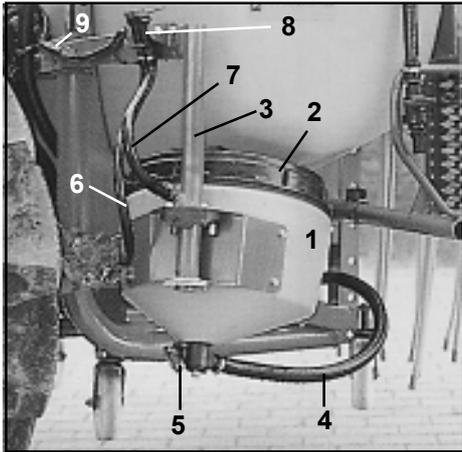
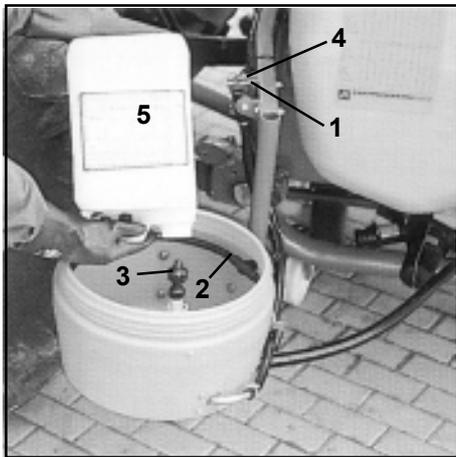

Fig. 12.10
Fig. 12.12
- Schließen des Einfachhahns (Fig. 12.10/ 8) für die Ringleitung an der Hahngruppe.
- Dreiwegehahn (Fig. 12.10/ 6) schließen (Position "b").
**Durch Umpumpen von Flüssigkeit den Harnstoff vor dem Spritzen vollständig auflösen (Dreiwegehahn (Fig. 12.10/ 9 Position "a")). Beim Auflösen größerer Harnstoffmengen kommt es zu starker Temperaturabsenkung der Spritzbrühe, hierdurch löst sich der Harnstoff nur langsam auf. Je wärmer das Wasser ist, desto schneller und besser löst sich Harnstoff auf.**
- Öffnen des Einfachhahns (Fig. 12.10/7) der Hahngruppe für die Kanisterspüldüse (Fig. 12.12/ 3).
- Dreivegehahn (Fig. 12.10/ 9) in Position "a" schwenken.
- Kanister (Fig. 12.12/5) oder sonstige Behältnisse über die Kanisterspüldüse stülpen und **mindestens 30 sec.** nach unten drücken. Ausgespült wird der Kanister über die rotierende Kanisterspüldüse.
- Zum Ausspülen des Einspülbehälters Einspülbehälteröffnung mit Schraubdeckel verschließen und Einspülbehälter über Ringleitung mit Einfachhahn (Fig. 12.10/8) spülen.
- Dreivegehahn (Fig. 12.10/ 6) in Position "a" schwenken und Flüssigkeit in den Spritzbrühebehälter absaugen. (Hierzu Deckel von Einspülbehälter nehmen).
- Schließen der Einfachhähne (Fig. 12.10/ 7, 8) für die Ringleitung und Kanisterspülung.
- Dreivegehahn (Fig. 12.10/ 6) schließen (Position "b").